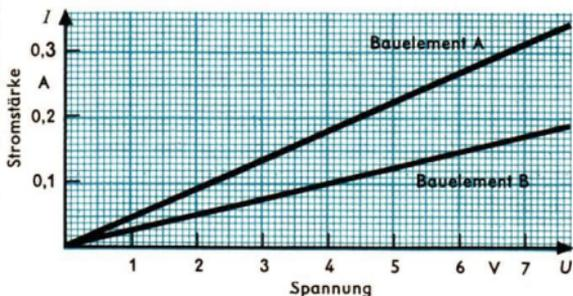

Bild 122/1
32. Bild 122/1 zeigt das I - U -Diagramm für zwei Bauelemente. Ermittle ohne Rechnung, welches der zwei Bauelemente den größeren Widerstand hat! Begründe deine Aussage!